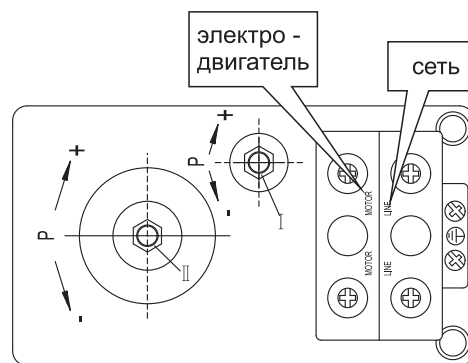

Рисунок 2
4. На крышке реле давления открутите крепежный пластмассовый винт с «—»-пазом (с прямыми шлицем) и снимите крышку. Под крышкой расположены регулировочные гайки, указанные на рисунке 2 поз. (I), поз. (II).
5. Отрегулируйте предварительное давление в воздушной камере гидроаккумулятора насосной станции (резервуаре-накопителе), которое должно быть равно 1,5 бар. Со стороны воздушной камеры на корпусе гидроаккумулятора (с противоположной стороны от резьбового штуцера для подсоединения к системе водоснабжения) расположена декоративная крышка, под которой находится пневмоклапан (штуцер с золотником). Для создания необходимого давления можно использовать, например, автомобильный насос с манометром, подсоединив его к пневмоклапану. Добейтесь чтобы давление в воздушной камере гидроаккумулятора было равно 1,5 бар (атм.). Если есть необходимость произвести регулировку реле, следуйте приведенной ниже инструкции (рис. 2):
- проверните гайку (II) по часовой стрелке - так достигается установка более высокого предела отключения электронасоса по требуемой величине давления в системе водоснабжения;
- проверните гайку (I) против часовой стрелки - таким образом повышается разница между режимом включения и отключения реле давления электронасоса.